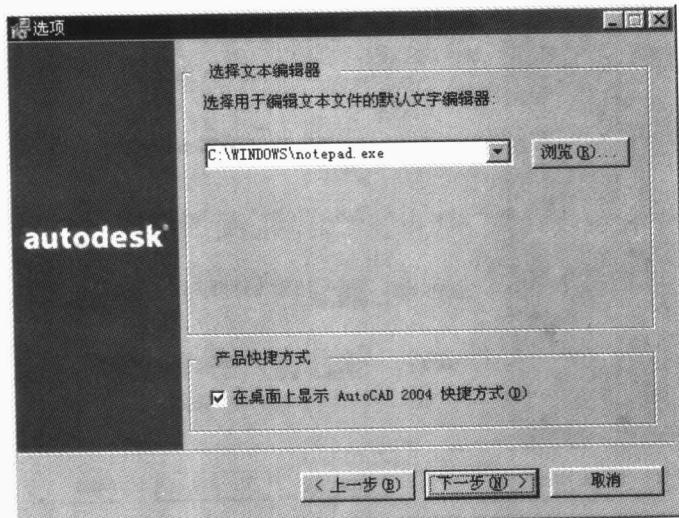

图 1.11 “选项”窗口
- (9) 确定安装路径后，单击“下一步”按钮，打开如图 1.11 所示的“选项”窗口。要求指定 AutoCAD 2004 的文本编辑器，默认的是 C:\WINDOWS\notepad.exe，即 Windows 系统提供的“记事本”。如果要改变文本编辑器，则单击该窗口右侧的“浏览”按钮，在弹出的窗口中指定 AutoCAD 2004 的其他文本编辑器，例如，Microsoft Word 等。